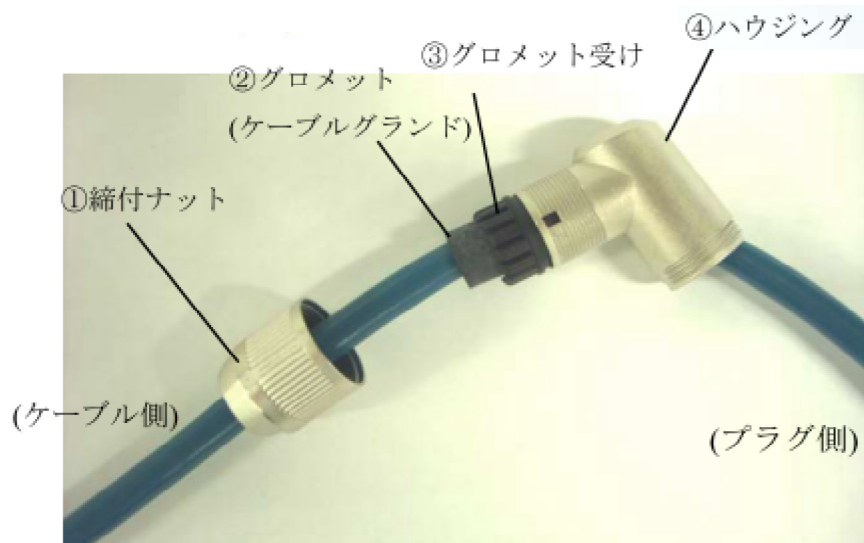

図 3-1 部品挿入状態
1) 図 3-1 のように、部品①～④をケーブルの先端処理作業に支障が無い位置までケーブルに通します。